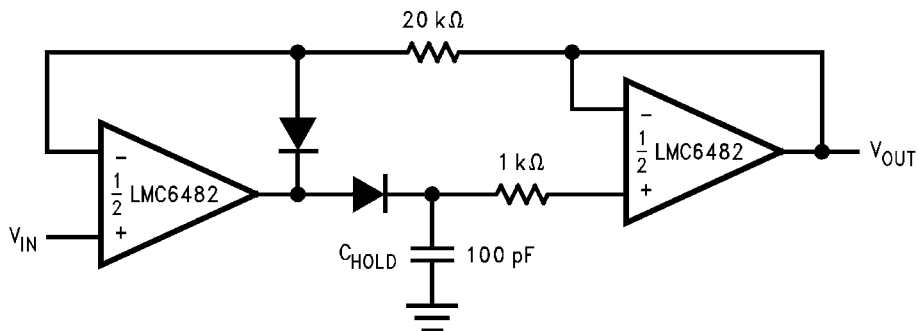

FIGURE 23. Low Voltage Peak Detector with Rail-to-Rail Peak Capture Range
Figure 23 の回路では、ポリスチレンまたはポリエチレン・ホールド・コンデンサ (CH) を使用することによって、誘電吸収およびリーク電流を最小にしています。ドレープレートは、主としてホールド・コンデンサの値とダイオードのリーク電流によって決まります。LMC6482 の超低入力電流のドレープレートへの影響は無視できます。